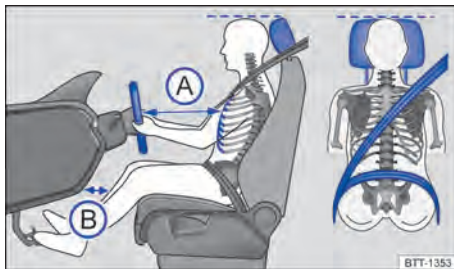

Fig. 35 Posição do banco correta e posição do cinto de segurança correta.
- Ajustar o apoio para cabeça de modo que a borda superior do apoio para cabeça se encontre preferencialmente na mesma linha da parte superior da cabeça – porém não abaixo da altura dos olhos. Posicionar a parte posterior da cabeça o mais perto possível do apoio para cabeça → Fig. 35.